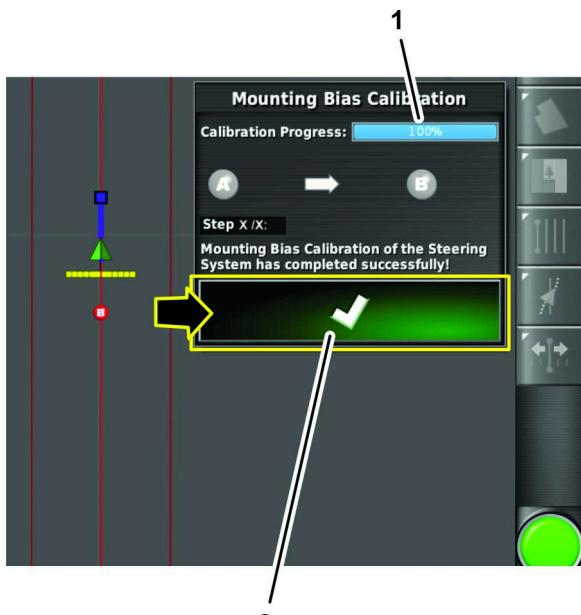

図 172
- ダイアログボックスが校正の進行状況100%を示したら、確認アイコンを押します(図 172)。